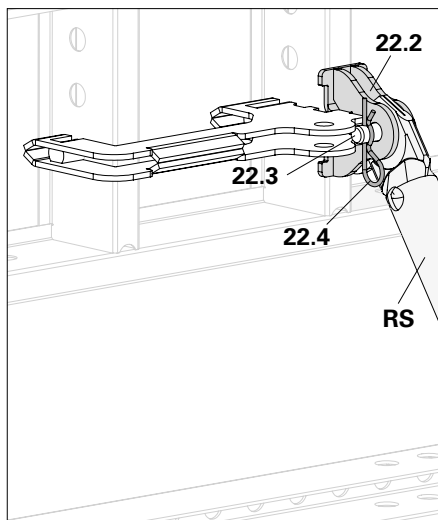
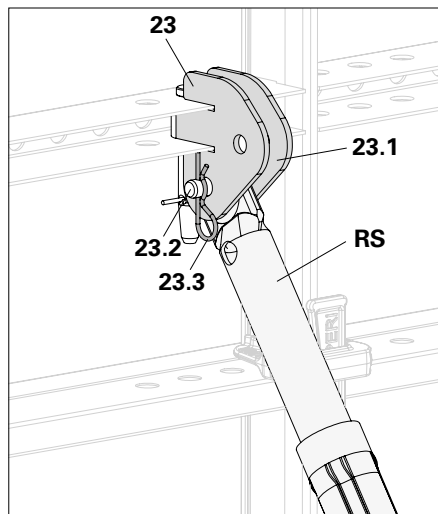

Fig. A6.03b
Fig. A6.04
- Connecter l'étais tirant-poussant (RS) et les cosses de connexion (23.1) avec des boulons (23.2) et des goupilles de sécurité (23.3). (Fig. A6.04)
- Montage vertical avec fixation d'étais LIWA-2 (22) :
- Connecter l'étais tirant-poussant (RS) et les cosses de connexion (22.2) avec des boulons (22.3) et des goupilles de sécurité (22.4). (Fig. A6.03b)